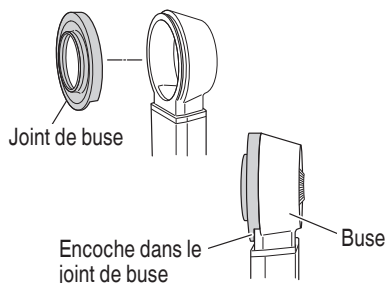

Fig. 26
- (3) Fixez le couvercle du filtre.
7. Remplacement du joint de la buse et le capuchon de la brosse (Fig. 26, 27)
- (a) Remplacement du joint de la buse (Fig. 26)